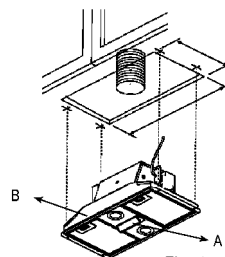

Fig. 2
2. Se hace la conexión eléctrica (fig. 2). El extractor tiene 1 ó 2 cables: TFMH con 1 cable a la fuente de alimentación. Además TFH con 1 cable para el uso de un ventilador externo.
3. Se decide dónde se tienen que poner el panel de maniobra (fig. 2, A, B):
4. Se monta el extractor (fig. 2) en la abertura y se fija a la campana con 4 de los tornillos adjuntados (se adjuntan 8 tornillos, qué son necesarios para el modelo de 80 cm).